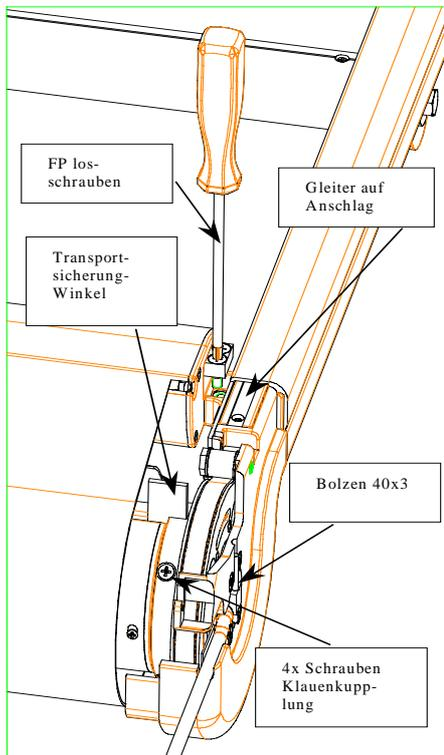
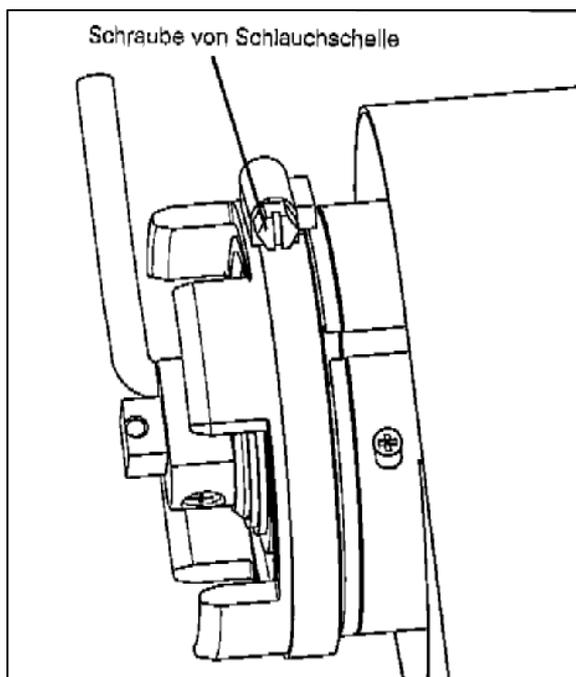

Bild 1: W6 - Motorseite
Bild 7: Anbringung Schlauchschelle
- Auf der Motorseite die Konsolenabdeckung entfernen und den Bolzen 40x3 am Motorkopf ziehen (Bild 1).
- Die vier radial angeordneten Schrauben aus der Klauenkupplung entfernen (Bild 1).
- Gleiter in der Führungsschiene bis auf Anschlag an der Konsole schieben (Bild 1).
- **Achtung!** Die vier radial angeordneten Schrauben der Klauenkupplung (Bild 1) mit der Schlauchschelle gegen herausdrehen sichern! (Bild 7). Schlauchschelle über den Schraubenköpfen anbringen. Schlauchschelle darf nirgends schleifen.